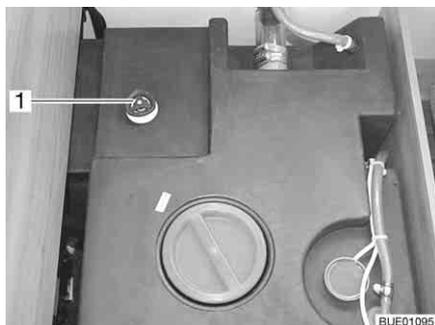
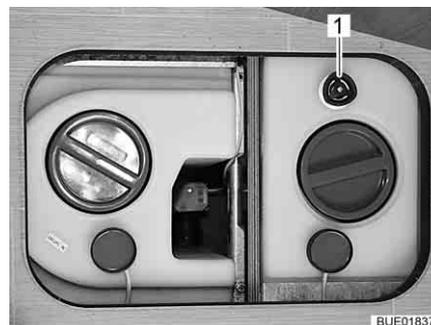

Fig. 231 Serbatoio dell'acqua con maniglia girevole (Viseo)
Fig. 232 Serbatoio dell'acqua con maniglia girevole (Elegance)
- Sul serbatoio dell'acqua, ruotare la maniglia girevole (Fig. 231,1 o Fig. 232,1) in senso orario fino all'arresto.
- Sul serbatoio dell'acqua, ruotare la maniglia girevole (Fig. 231,1 o Fig. 232,1) in senso antiorario fino all'arresto. L'acqua scorre fino a raggiungere il livello di riserva (livello di riserva per Viseo: 60 l, per Elegance: 20 l).